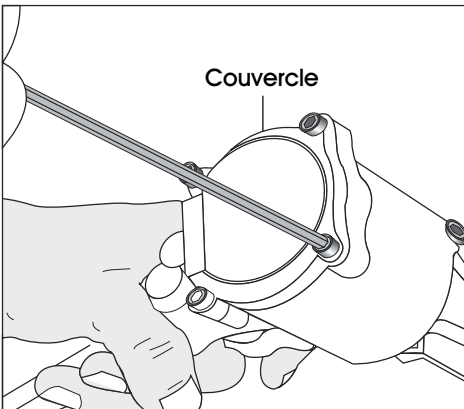

Figure 34
7. Desserrez les vis à l'aide d'une clé Allen 3 mm et retirez le couvercle. (Voir Figure 34)